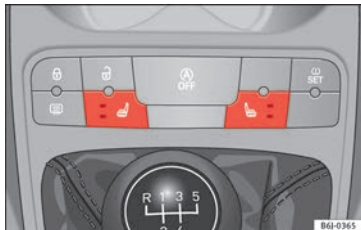

Abb. 134 Schalter für die Sitzheizung der Vordersitze.
- Zum Einschalten der Sitzheizung betätigen Sie den entsprechenden Schalter **» Abb. 134**.
- Bei einer Betätigung wird die Heizung mit maximaler Heizleistung eingeschaltet. Die beiden LED leuchten auf **» Abb. 134**. Nach 15 Minuten maximaler Heizleistung erlischt die obere LED. Das System wird für 2 Minuten ausgeschaltet und danach schaltet es sich wieder mit minimaler Heizleistung ein (die untere LED leuchtet ständig).